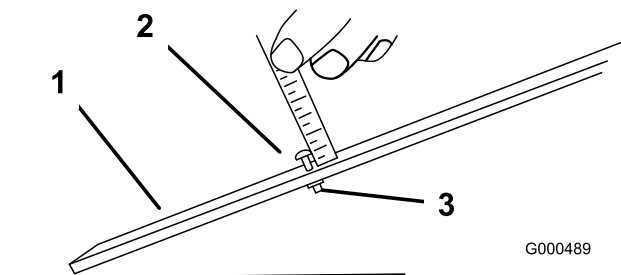

Figura 49
3. Desaperte a porca da barra indicadora (Figura 49) e regule o parafuso de ajuste para a altura de corte desejada. A altura de corte corresponde à distância entre a parte inferior da cabeça do parafuso e a superfície da barra.